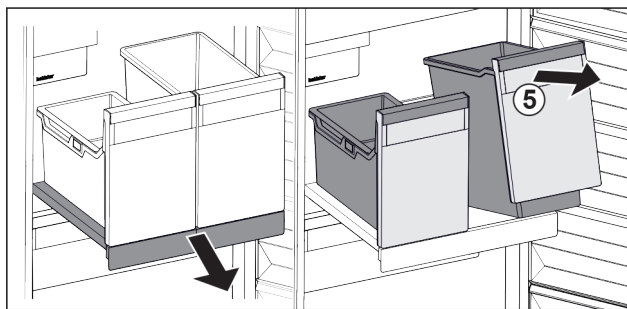

Fig. 94
- Nádoby Fig. 94 (5) vpředu nadzvedněte.